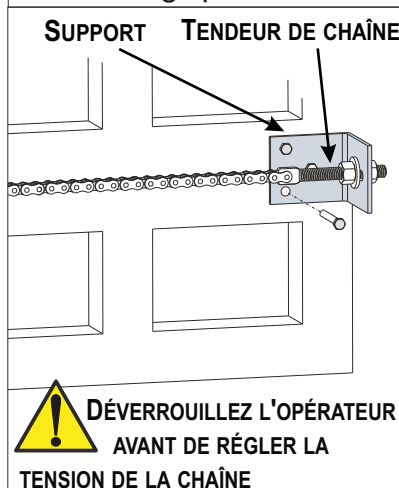

Fig. 20
7.1. Fixez deux supports solides aux deux extrémités du portail, pour accrocher la chaîne - Fig. 20
7.2. Installez un tendeur de chaîne sur chaque support, pour régler la tension de la chaîne - Fig. 20